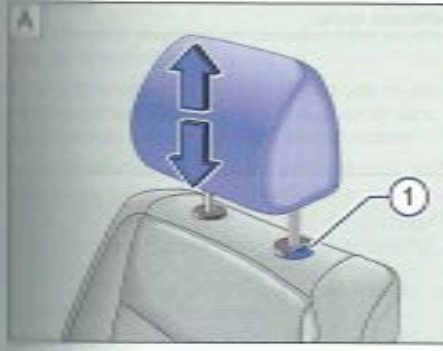
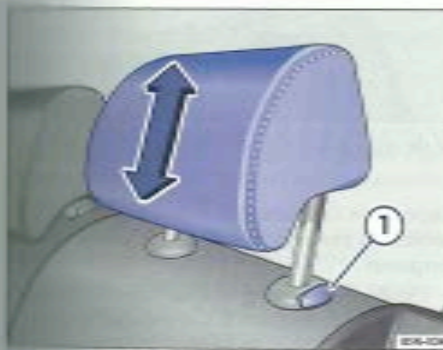

Fig. 46 Réglage des appui-tête avant. A : sans possibilité de réglage dans le sens de la longueur. B : avec possibilité de réglage dans le sens de la longueur.
Fig. 47 Réglage de l'appui-tête arrière.
- Déplacez l'appui-tête dans le sens de la flèche vers le haut ou, en maintenant la touche $\Rightarrow$ fig. 46 ① ou $\Rightarrow$ fig. 47 ① enfoncée, vers le bas.
- Déplacez l'appui-tête vers l'avant dans le sens de la flèche ou, en maintenant la touche $\Rightarrow$ fig. 46 ① B enfoncée, vers l'arrière.